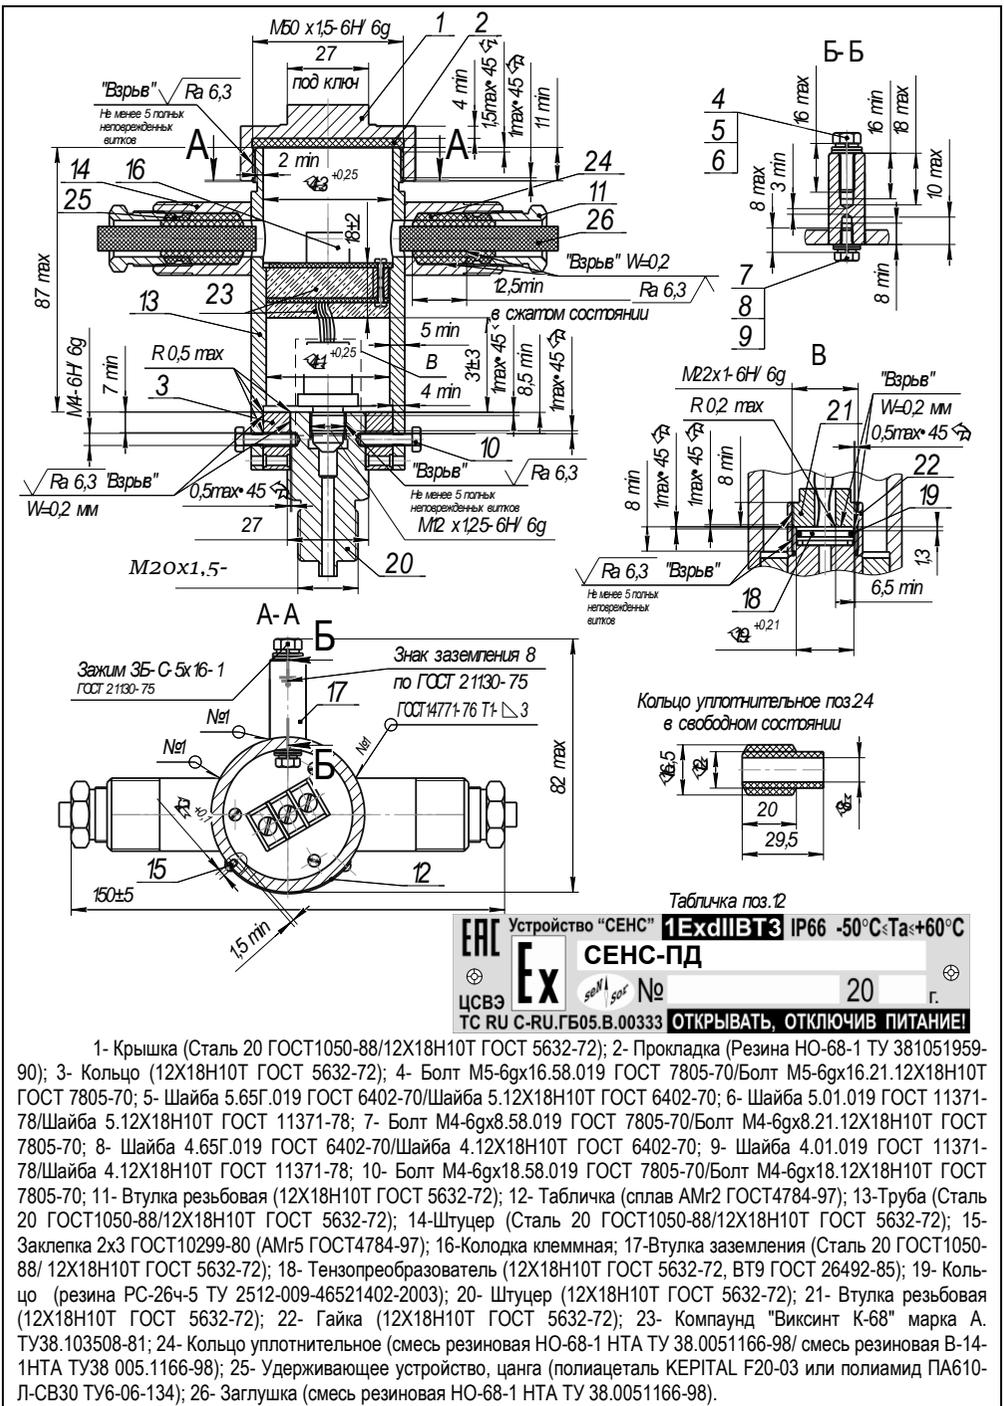

Рис. 10
ПД-МС преобразователь давления с дисплеем (многоканальным сигнализатором) (рис. 10);
7.4 Сопряжения деталей, обеспечивающих взрывозащиту вида «d», показаны на чертежах средств взрывозащиты (рис. 10, 11), обозначены словом «Взрыв» с указанием параметров взрывозащиты.